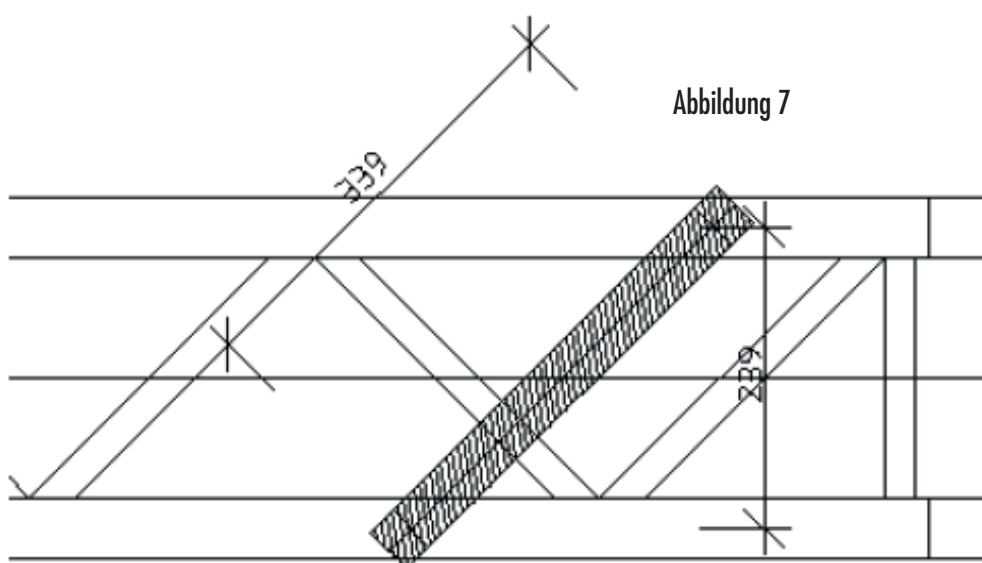

Abbildung 7
Die LT1-x kann auch diagonal auf die Traversengurtrohre aufgesetzt werden. Die Tragfähigkeit wird dadurch nicht eingeschränkt (Abbildung 7).
Nachdem die Traversenschellen (1) im richtigen Abstand an dem Aluminium Quertäger (Abbildung 7) verschraubt sind, kann die LT1-x an der Traverse montiert werden. Die Traversenschellen (1) werden dazu um die Hauptrohre der Traverse gelegt und geschlossen. Die Haltemutter M12 (6) der Traversenschellen (1) sind mit einem Anzugsmoment von 30 Nm anzuziehen und mit den Flügelmutter (7) handfest zu kontern.